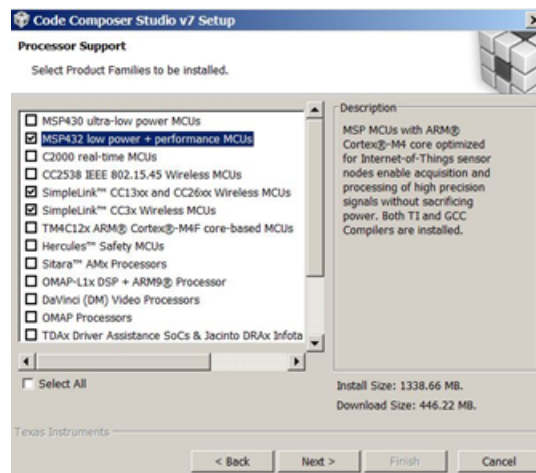

图 30. CCS 安装 - 选择 CC32xx SimpleLink 器件
- 确保选择 SimpleLink CC3x 无线 MCU (SimpleLink CC3x Wireless MCUs) 选项以实现处理器支持，如图 30 所示。